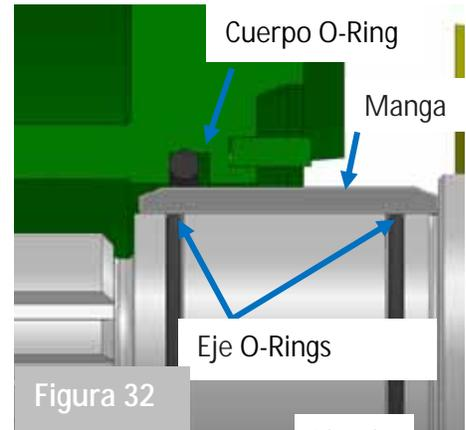

Figura 32
3. Limpia y inspecciona los ejes, eje y cuerpo surcos en detalle. Nunca usa de nuevo mangas que son rayado o danado. NO mueva el surco en la manga abajo del cuerpo del o-ring. Flip la manga para que el lado no usado de la manga es abajo del cuerpo o-ring, Figura 32.